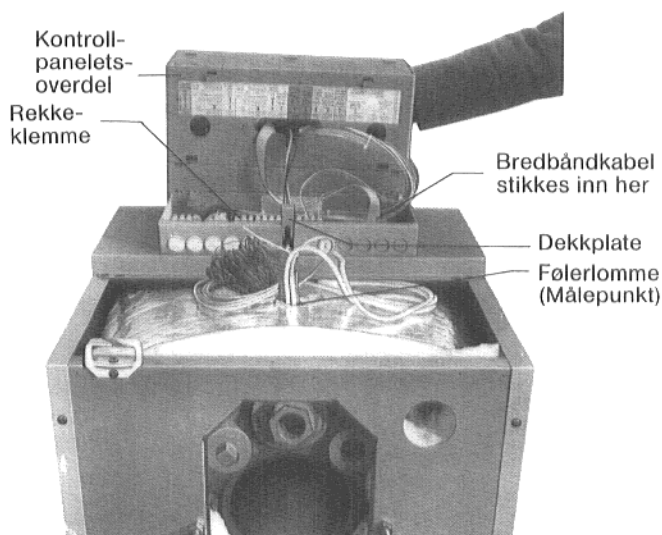

Fig. 13
9.5 **Stikkforbindelse mellom kontrollpanel og sokkel** kobles etter kjennetegn (Fig. 13). Stikkforbindelsen settes på plass i rekkeklemme og skrues fast. Jordledningen (gul/grønn) kobles til jordingslist. Følg kontrollpanelets anvisninger.
9.7 **Kapillarrøret** rulles ut så langt at føleren kan stikkes ned i følerlommen (Fig. 13).
9.9 **Kapillarrøret** legges inn i slissen på kontrollpanelets sokkel (Fig. 13).